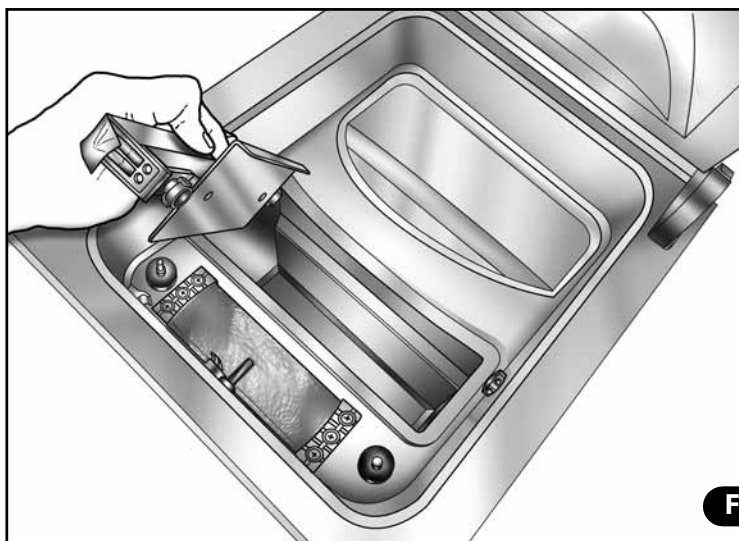

Fig. 2
- 2) Estrarre il cuscinetto sottobarra e posizionare quello nuovo (**Fig. 2**).